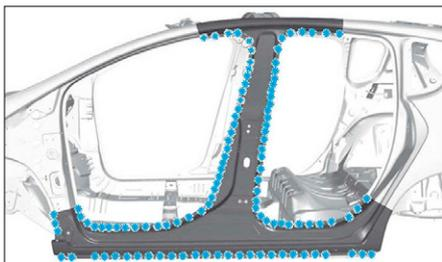
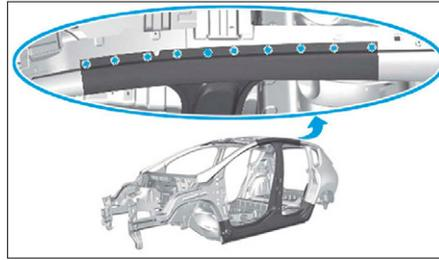

FIG. 73
FIG. 74
- Dépointer et fraiser comme illustré (Fig.73) et (Fig.74).